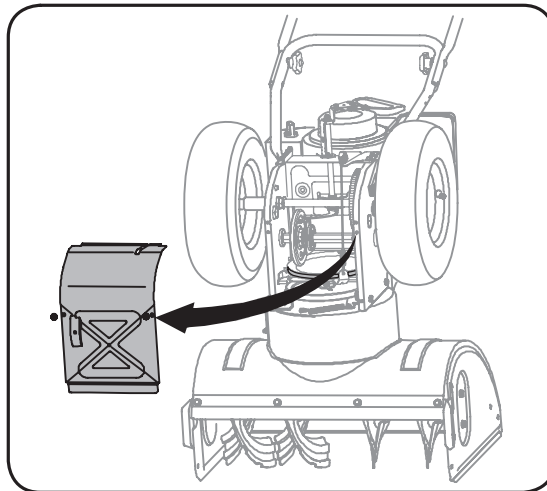

Figure 6-5
1. Basculez la souffleuse vers l'avant puis démontez le couvre-châssis du dessous de la souffleuse en retirant les vis auto-taraudeuses. Voir la Figure 6-5 à la page 17.
2. Basculez doucement la souffleuse vers l'avant pour la faire reposer sur l'habitacle de la tarière. Démontez le couvre-châssis du dessous de la souffleuse en retirant les quatre vis auto-taraudeuses qui le maintiennent en place. Voir la Figure 6-5.
2. Basculez doucement la souffeuse vers l'avant pour la faire reposer sur l'habitacle de la tarière. Voir la Figure 6-5.
1. Basculez doucement la souffleuse vers l'avant pour la faire reposer sur l'habitacle de la tarière. Voir la Figure 6-5.
2. Démontez le couvre-châssis du dessous de la souffleuse en retirant les quatre vis auto-taraudeuses qui le maintiennent en place. Voir la Figure 6-5.